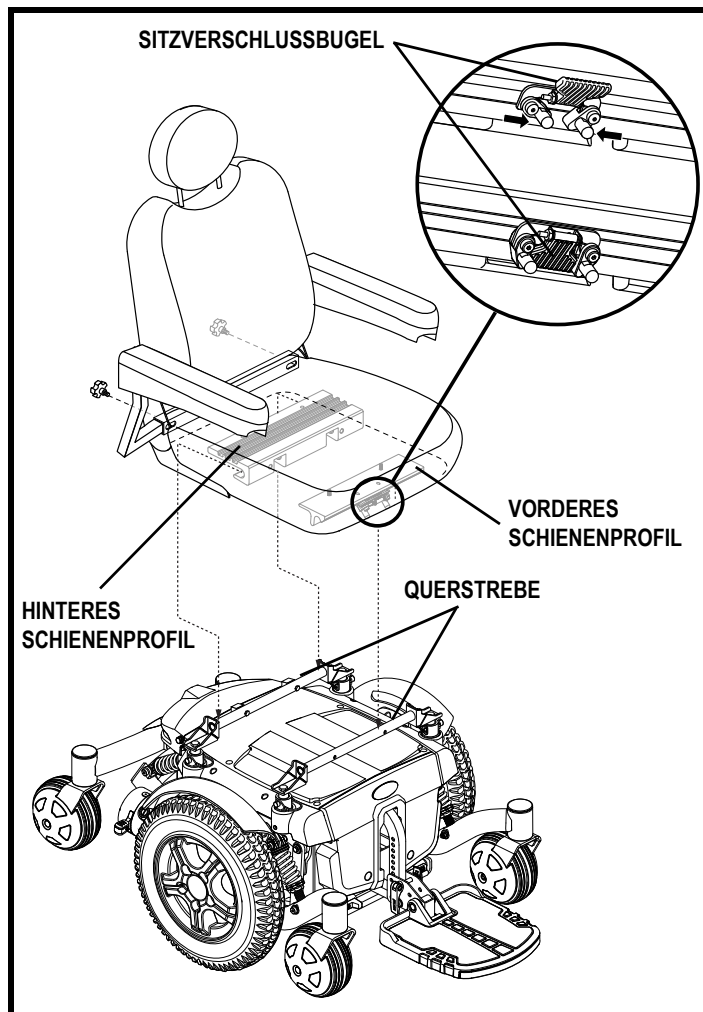

Abb. 11. Universal Mounting System und Kontursitz
Eventuell muss vor der Inbetriebnahme oder nach einem Transport des Rollstuhls der Sitz montiert werden. Kontursitze werden mithilfe des Universal Mounting System (UMS) auf die Antriebsbasis montiert. Das UMS besteht aus universell einsetzbaren Komponenten, die unabhängig von Sitzlänge und -breite befestigt werden können. Die Hauptkomponenten sind zwei Aluminiumelemente, die am Sitzuntergestell befestigt werden. Diese Elemente werden dann an den zwei Querstreben der Antriebsbasis befestigt. **Siehe Abbildung 11.**
5. Legen Sie den Sicherheitsverschluss um. **Siehe Abbildung 11.**